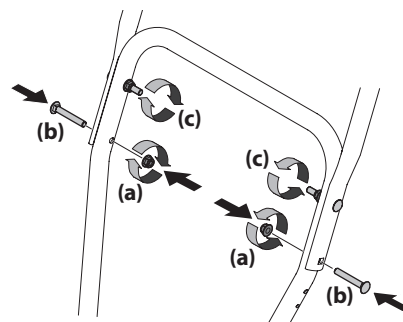

Figure 2-5
- Installez les deux vis de carrosserie (b) et les écrous (b) retirés à l'étape 2. Serrez les deux écrous (c) que vous avez desserrés à l'étape 2 pour fixer le guidon. Voir Figure 2-5. Voir Figure 2-6 pour les modèles dotés d'un support latéral.